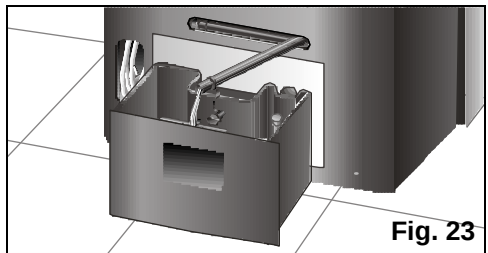

Fig. 23
- ❑ Svuotate prima l'acqua di condensa che ci può essere nel serbatoio interno, sfilando dalla sua sede il tubo di scolo dell'acqua e smontando il tappo - **Fig. 23** - per evacuare l'acqua prodotta. All'avvenuto svuotamento del serbatoio, non dimenticate di collocare tappo e tubo nelle loro sedi.